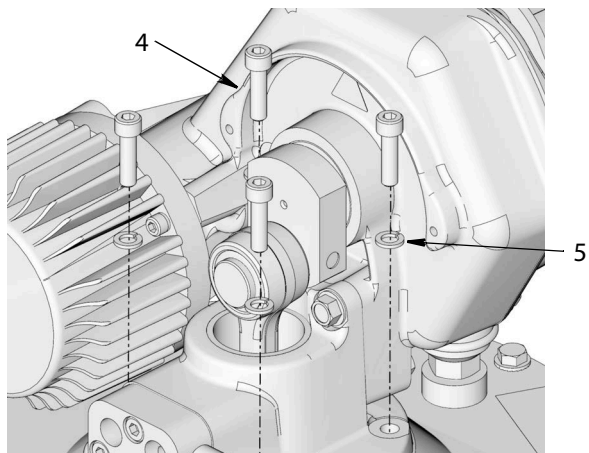

Рис. 6
6. Совместите отверстия в основании насоса с отверстиями в крышке резервуара (1) (Рис. 6). Надежно прикрепите насос к резервуару с помощью винтов (4) и шайб (5), снятых на шаге 2, стр. 3.